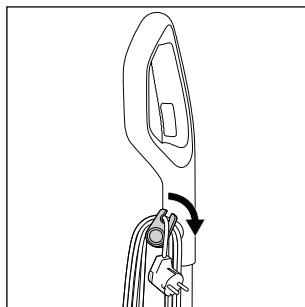

Fig. 16
- ◆ Desenrolle el cable de red ⑯ completamente del enganche superior e inferior del enrollacables ⑯/⑳. Para desenrollar el cable de red ⑯ rápidamente del enrollacables ⑯/⑳, tire del enganche superior del enrollacables ⑯ ligeramente hacia fuera y gírelo hacia abajo (consulte la fig. 16).